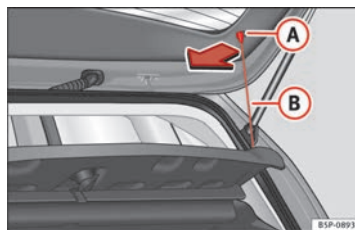

Fig. 117 Bandeja portaobjetos.
- Desenganche los tirantes ⇒ fig. 117 (A) de los alojamientos (A).